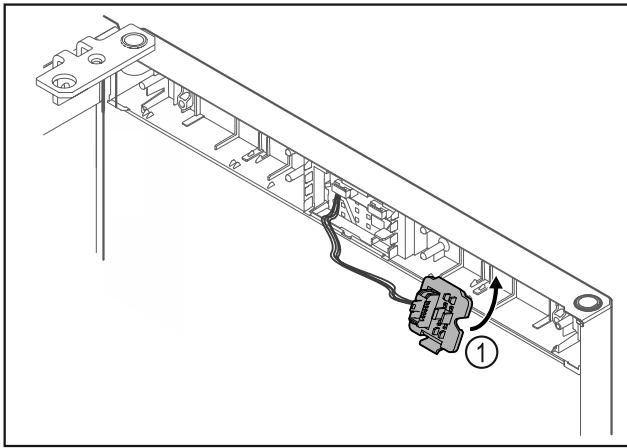

Fig. 23
- Steckerhalterung Fig. 23 (1) auf Gegenseite einrasten.